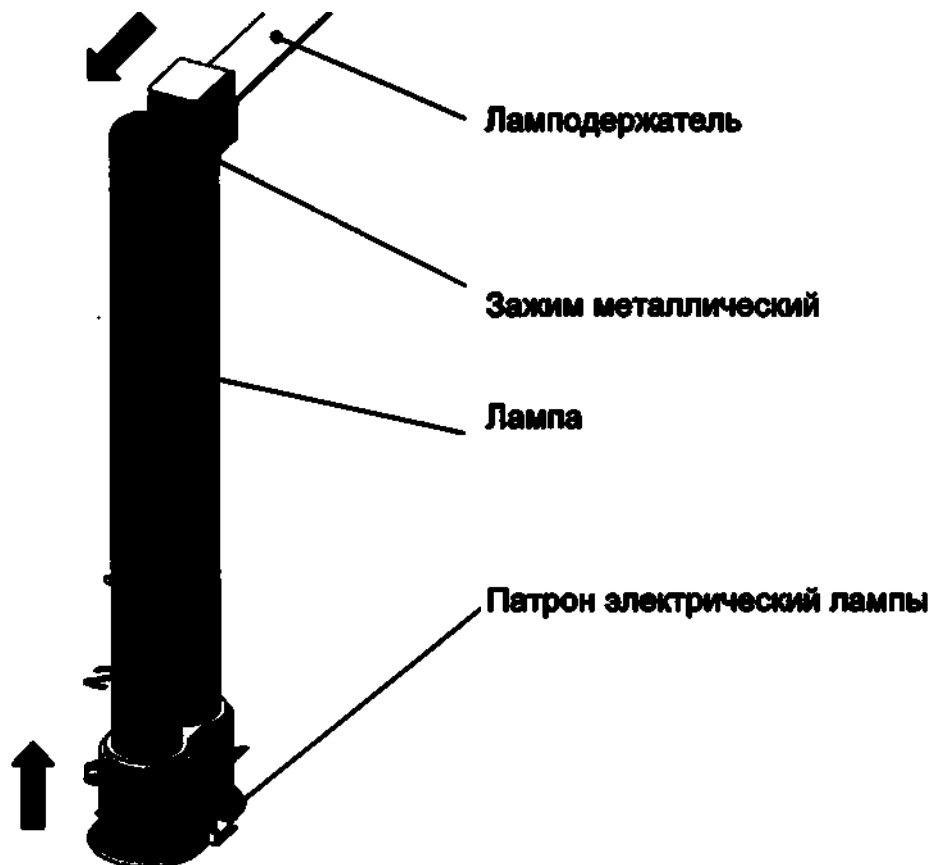

Рис. 25. Извлечение лампы.
- Извлечь неисправную лампу (L1 – L8) из зажимов металлических патрона электрического (E1 – E8) рис.25.